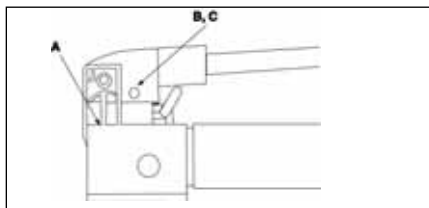

Figura 10
Para prolongar la duración de la bomba y mejorar su rendimiento, lubrique el pasador de soporte (A), pasador transversal (B) y la cabeza del pistón (C) regularmente con grasa para cojinetes de rodillos. Vea la Figura 10 a continuación.